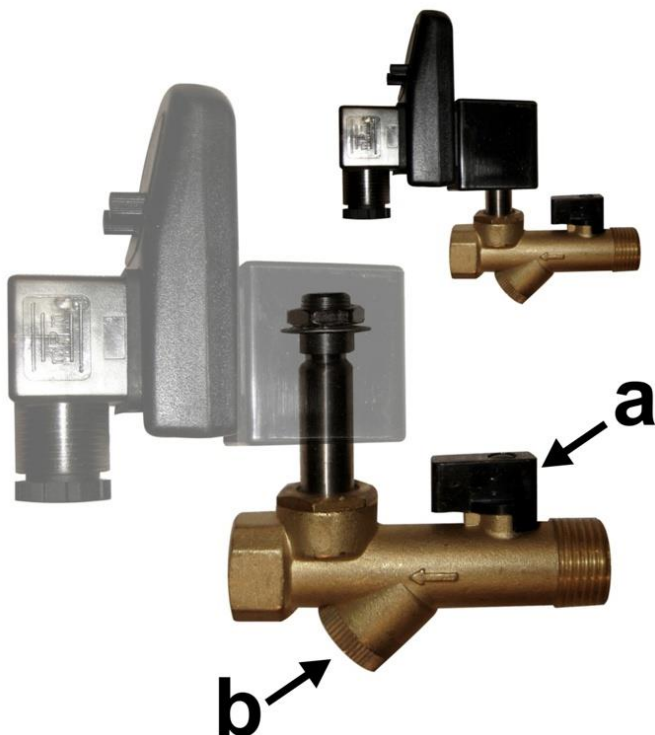

Bild 10
- a) Drehen Sie das schwarze Ventil (a, Bild 10) zu.
- b) Schrauben Sie die goldene Kappe (b, Bild 10) am automatischen Wasserablaßventil ab und entnehmen Sie das Sieb.